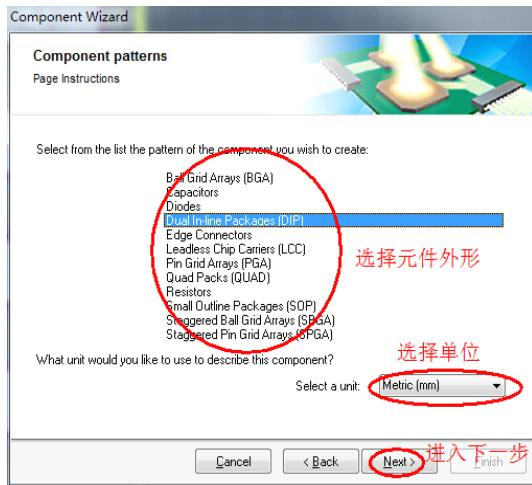

图 6-4.13 选择元器件外形和单位
Step2：单击“下一步”按钮，在弹出的对话框中元器件封装外形和计量单位，如图 6-4.13 所示；